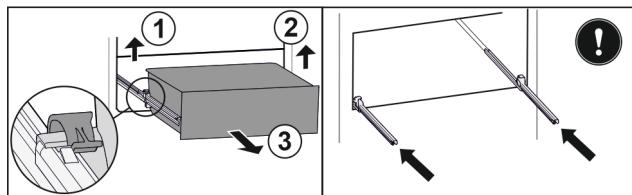

Fig. 126
- Løft venstre klemme og trekk samtidig skuffen fremover til venstre. Fig. 126 (1)
- Løft høyre klemme og trekk samtidig skuffen fremover til høyre. Fig. 126 (2)
- Ta ut skuffen framover. Fig. 126 (3)